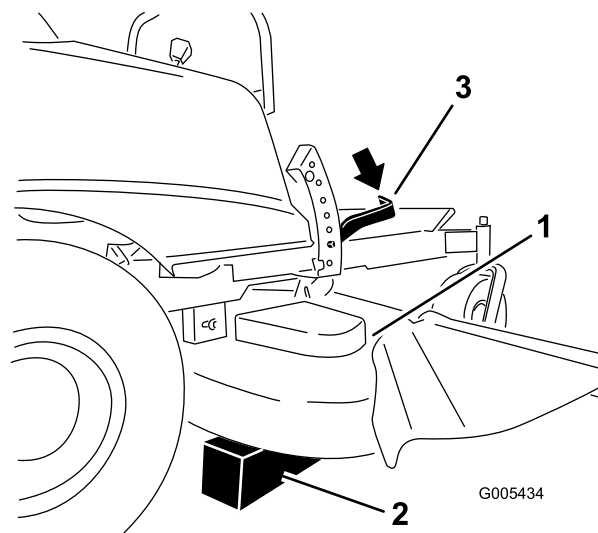

Figure 1
3. Élevez le plateau de coupe à la hauteur de coupe la plus élevée. Placez des cales sous le plateau pour le supporter à sa hauteur de coupe la plus basse, ou à celle d'avant (Figure 1).
4. Abaissez le plateau de coupe jusqu'à ce qu'il soit en appui sur les cales (Figure 1). Vous pourrez ainsi